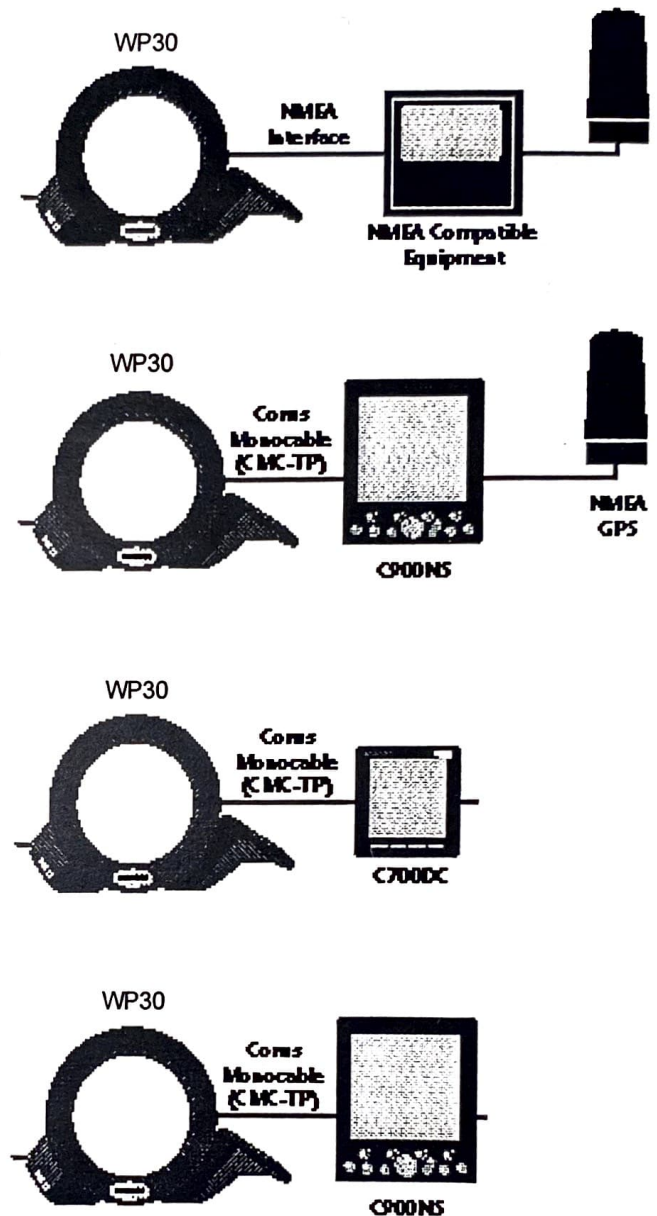

Fig 3.1 - Options d'interfaçage
- Si le bateau est équipé d'une centrale Corus intégrant les données de navigation (présence d'une Navstation C900NS ou bien d'une interface NMEA600 reliée à un gps externe), le WP30 peut être connecté en tout point du bus reliant les instruments via un câble CMC/TP (voir Fig. 3.1).